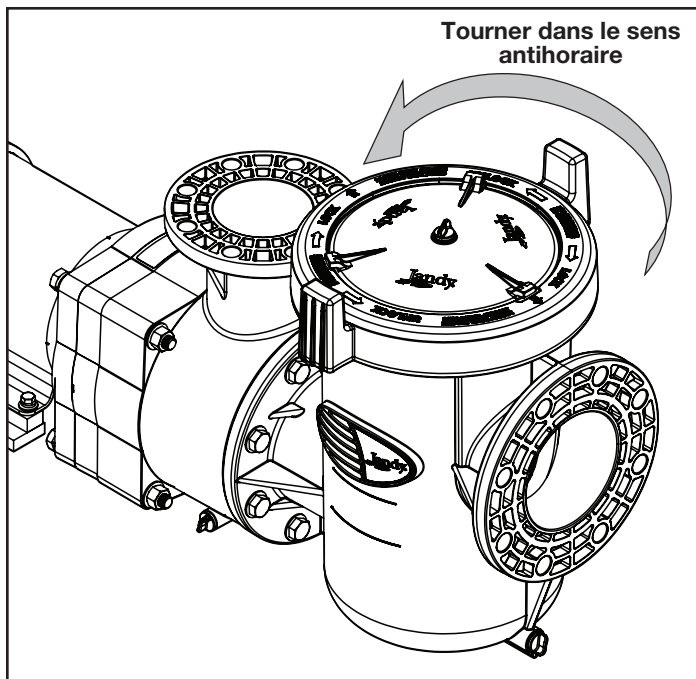

Figure 8. Déverrouiller l'anneau de blocage
4. Vérifier qu'une section de tuyau rectiligne, avec une longueur équivalant à cinq fois son diamètre, est installée entre le côté aspiration de la pompe et le premier coude. Reportez-vous à la Figure 8.
5. Suivre les repères sur la bague de verrouillage. À l'aide des deux poignées, tourner lentement la bague de verrouillage dans le sens antihoraire jusqu'à ce que le couvercle et la bague de verrouillage se désengagent du corps de pompe. Reportez-vous à la Figure 8.